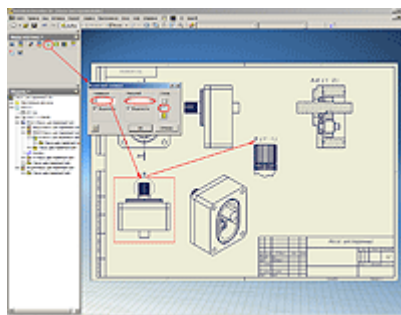

Рисунок 8
8. Для создания выносного элемента, необходимо нажать кнопку «Выносной элемент» в палитре инструментов. Затем указать вид, с которого необходимо получить выносной элемент, а также указать область выносного элемента ограниченным кругом (Inventor предлагает указать эту область). В открывшемся диалоговом окне необходимо задать название вида, его масштаб, стиль представления и указать место расположения вида в поле чертежа, нажав левую кнопку мыши (см. Рисунок 8).